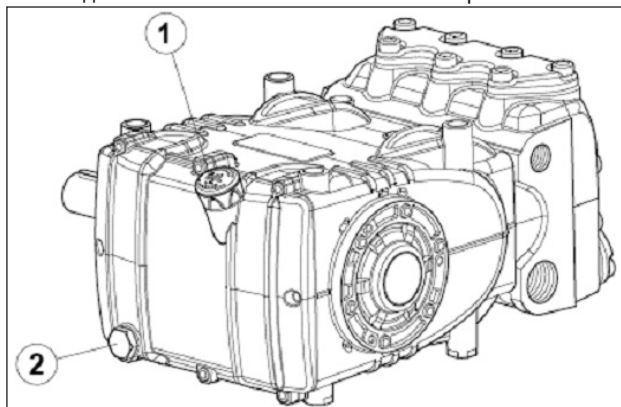

Рис. 3
Проверьте уровень масла и, при необходимости, долейте с помощью маслоизмерительного щупа поз. ①, Рис. 3. Правильная проверка уровня масла выполняется на насосе при комнатной температуре, а замена масла должна производиться на насосе при рабочей температуре путем извлечения маслоизмерительного щупа поз. ①, а затем пробки, поз. ②, Рис. 3. Масло необходимо проверять и заменять, как указано в таблице на Рис. 14 в разделе 11. Необходимое количество составляет ~2 литра.
Подготовьте систему таким образом, чтобы ни при каких условиях во время работы насоса температура масла не превышала **100°C (212°F)**. Пользуйтесь температурным датчиком, вставляемым в маслосливную пробку, поз. ② Рис. 3. См. руководство "ВЗРЫВОЗАЩИТА АТЕХ".